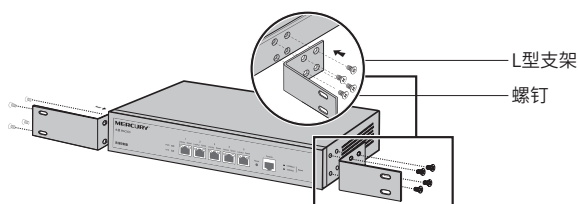

图3-2 支架安装示意图
2. 将配件中的两个L型支架分别安装在无线控制器面板的两侧，并用配件中提供的螺钉固定，如图3-2所示；